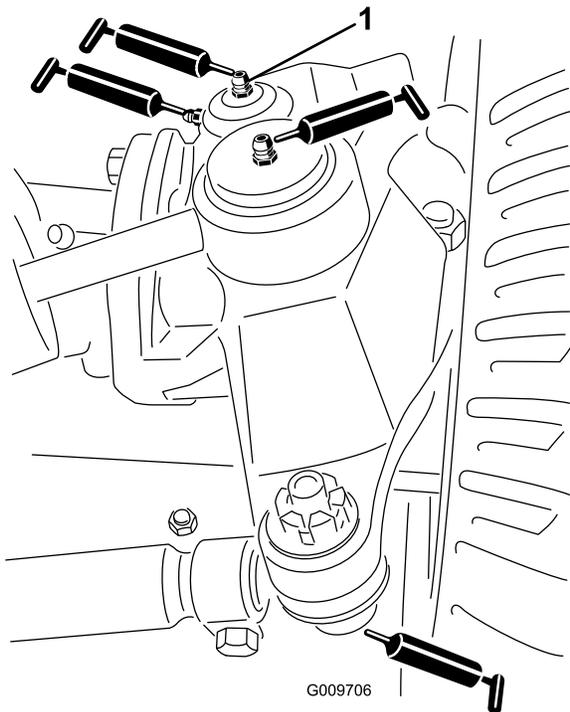

Figura 71
- Rótulas do cilindro de direção (2) (Figura 71)
- Rótulas esféricas da barra de ligação (2) (Figura 71)
- Buchas do pino principal (2) (Figura 71). **O bocal superior do pino principal apenas deverá ser lubrificado uma vez por ano (2 bombas).**